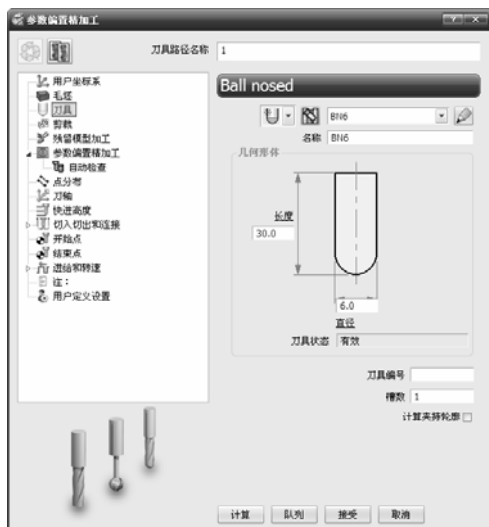

图 2-220 “参数偏置精加工”对话框
(3) 单击主工具栏上的“刀具路径策略”按钮，弹出“策略选取器”对话框，单击“精加工”选项卡，选中“参数偏置精加工”选项，单击“接受”按钮，弹出“参数偏置精加工”对话框，如图 2-220 所示。